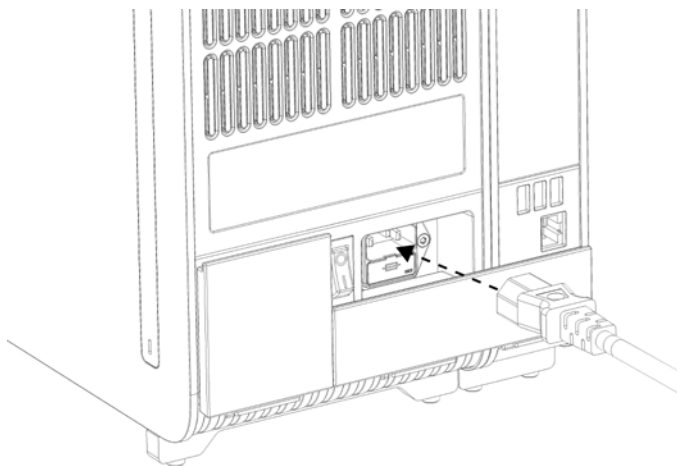

Figura 10. Ligação do cabo de alimentação.
7. Ligue o cabo de alimentação fornecido com o QIAstat-Dx Analyzer 1.0 à parte traseira do módulo analítico (Figura 10).